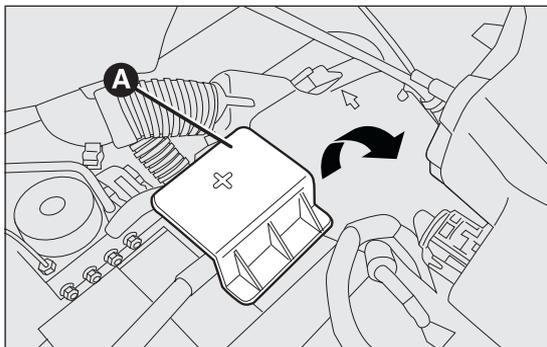

fig. 158
- retirer le couvercle A fig. 158 de protection du pôle positif de la batterie en le soulevant vers le haut ;